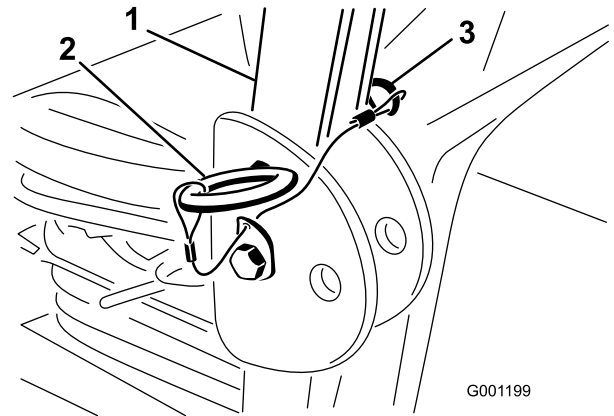

Figura 8
1. Retire las chavetas y retire los dos pasadores de la barra anti-vuelco (Figura 8).
2. Eleve la barra antivuelco a la posición vertical, instale los dos pasadores y sujételos con las chavetas (Figura 8).